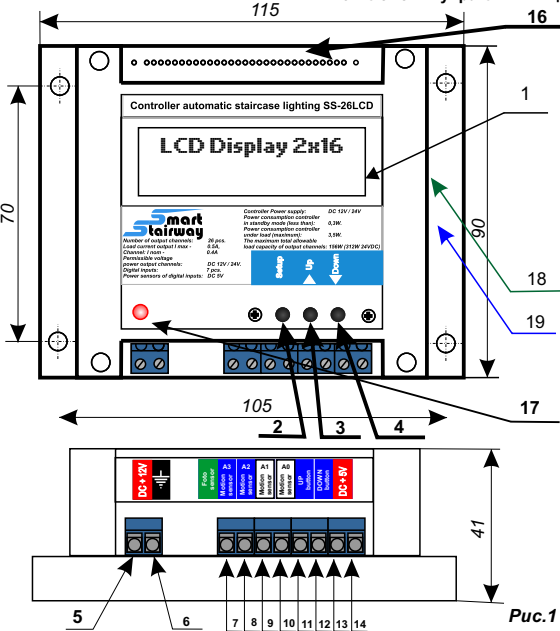

Рис.1
- Позитивний провід світильників (+12) підключається до загального позитивного виходу контролера (рис.1, п.15) або безпосередньо до плюсової клеми джерела живлення. Негативні («-») виходи підключіть до відповідних виходів (Рис.1, 16) контролера. **Увага! Переполюсовка або коротке замикання цифрових виходів управління підсвічуванням ступенів (16) призведе до виходу з ладу каналу, групи каналів або контролера в цілому.**
10.3 Підключіть датчики до прокладених проводів та контролера згідно зі схемою підключення, цифрового позначення контактів і колірної позначення проводів. При цьому живлення піроелектричних цифрових датчиків проводиться по шині +5 В (клемма 14, рис.1). В окремих випадках якщо датчики мають велике віддалення від контролера або обрані дроти з малим перерізом кабелю і при підключенні датчиків до шини живлення +5 В спостерігається нестабільна робота датчиків (для контролю роботи датчиків використовуйте п.6 меню налаштувань контролера) піроелектричні датчики руху можуть бути підключені до шини живлення +12 (клемма 5, рис.1). **Увага! Переполноскова або коротке замикання цифрових входів датчиків руху призведе до виходу з ладу каналу або контролера в цілому. Підключення ультразвукових датчиків Sr04 до шини +12 призведе до виходу з ладу датчиків і ехідних каналів контролера.**
11. Підключіть датчик освітленості згідно зі схемою підключення і кольоровому маркуванню проводів, якщо він використовується у Вашому варіанті підсвічування. Живлення датчика здійснюється тільки від шини +5 В (клемма 14, рис.1). Сигнальний провід датчика підключається до клемми 7 (рис.1). **Увага! Переполноскова або коротке замикання цифрових входів датчика освітленості призведе до виходу з ладу каналу цифрового входу або контролера в цілому.**
12. Підключіть прохідні вимикачі відповідно до схеми підключення. При цьому вимикачі підключаються до шини живлення +5 В (клемма 14, рис.1). І підключаються до входів 12 та 13 (рис.1). У якості вимикачів можливо використання лише кнопки без фіксації, наприклад кнопка дверного дзвоника. **Увага! Неправильне використання шини живлення +12 цифрових входів прохідних вимикачів призведе до виходу з ладу каналу або контролера в цілому.**